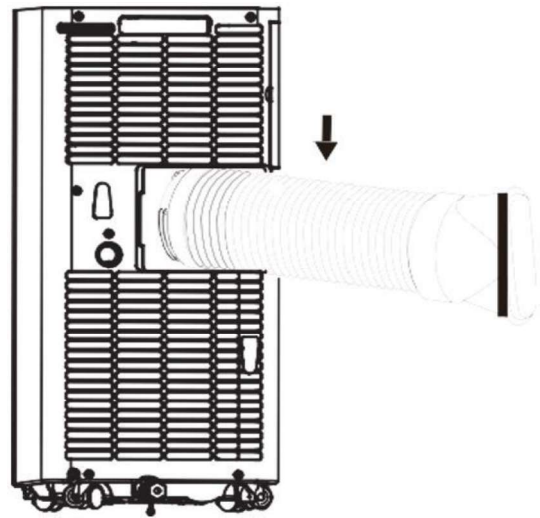

Abb. 1
- Schrauben Sie den Abluftschlauch (mit Adapter) an die Abluftöffnung an der Rückseite des Gerätes (im Gegenuhrzeigersinn, Abb. 1).